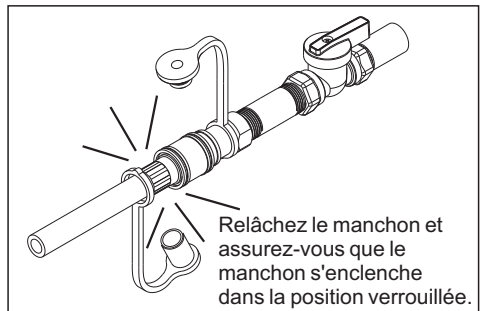

**Figure 7**
5. Connectez couplage au générateur, puis connectez le tuyau au générateur et à l'adaptateur de connexion rapide. Assurez-vous que le générateur est éteint avant de connecter le tuyau au générateur (Figure 7).